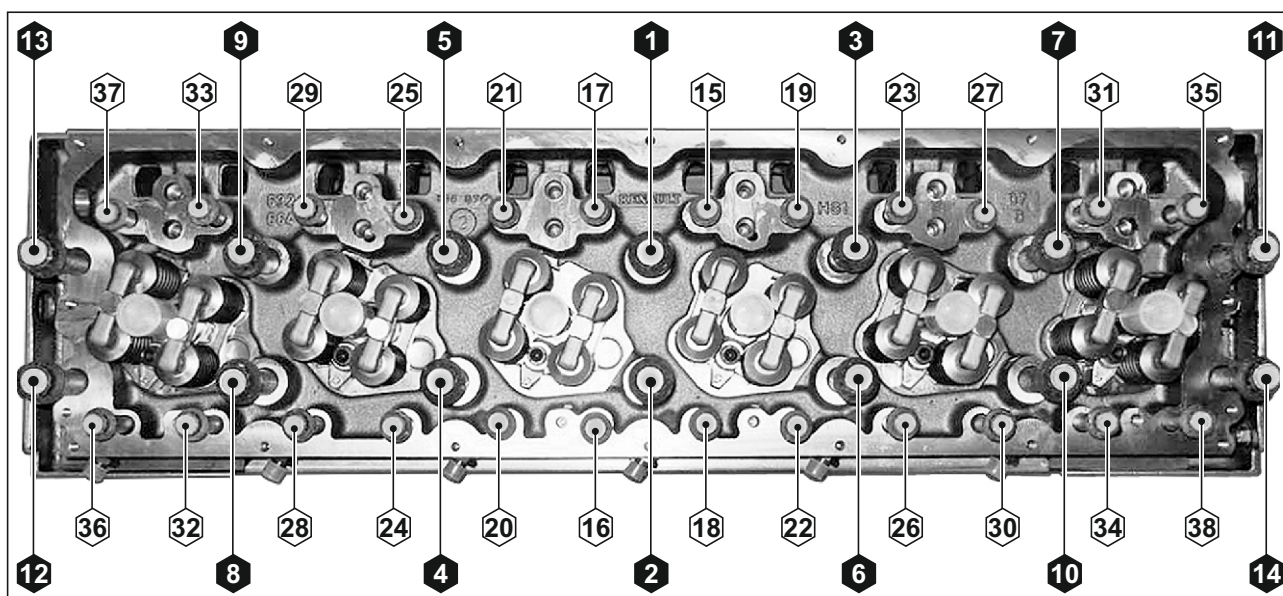

Рис. 117. Порядок затяжки болтов головки блока цилиндров.
5. Ввернуть болты крепления головки блока цилиндров и затянуть в порядке, указанном на Рис. 117.